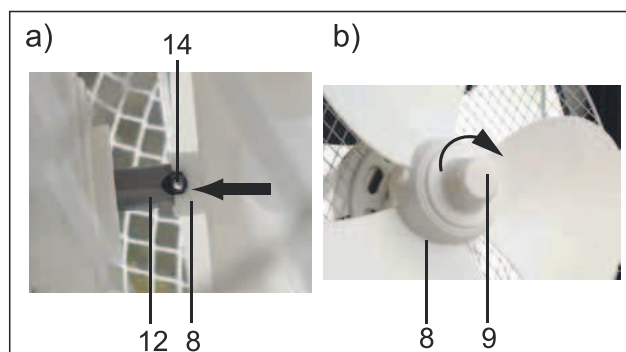

Fig.39: Montaggio rotore
6. Applicare quindi il rotore (8) sull'asse motore (12).
L'asse trasversale piccolo (14) all'estremità dell'asse motore deve trovarsi nell'incavo dell'attacco del rotore. Vedere Fig. 39 a).
7. Inserire il dado (9) sul rotore (8).
8. Serrare in senso orario, Fig. 39 b)